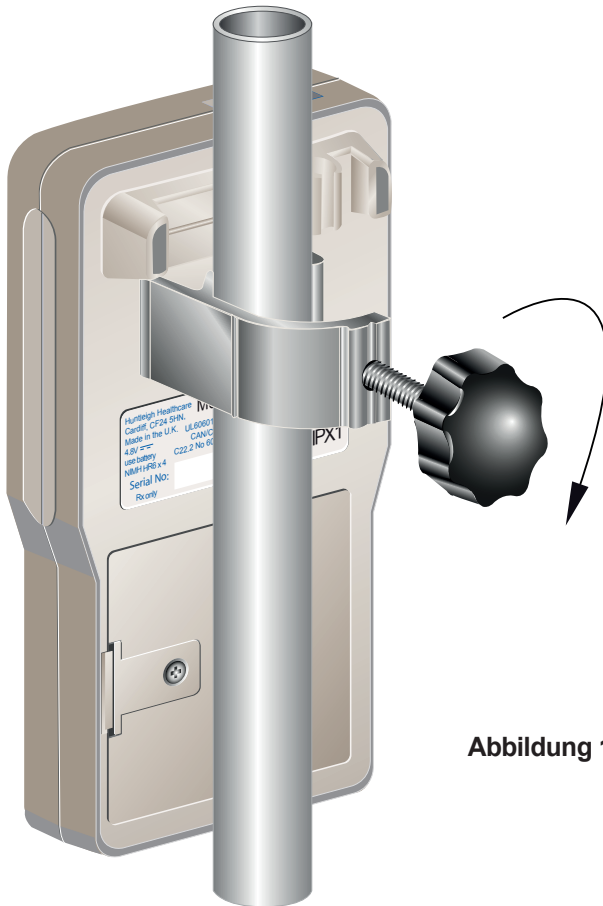

Abbildung 1
1. Schieben Sie die Stativklemmer unter die Gürtelklemme des Geräts und befestigen Sie sie sicher am IV-Ständer (siehe folgende Abbildung 1).